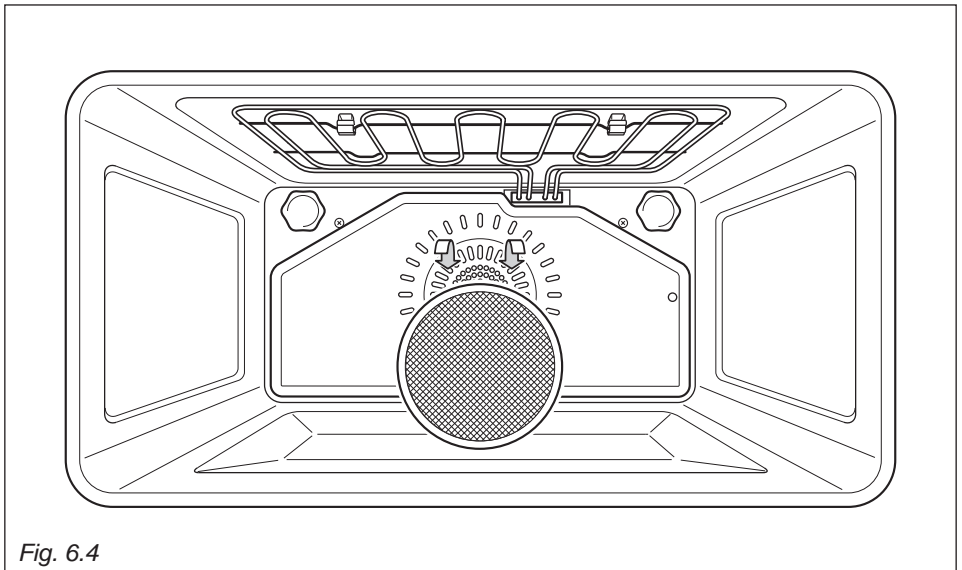

Fig. 6.4
- Uno speciale filtro è previsto nella parte posteriore del forno per catturare particelle di grasso che si sviluppano soprattutto quando si arrostitisce della carne (fig. 6.4).